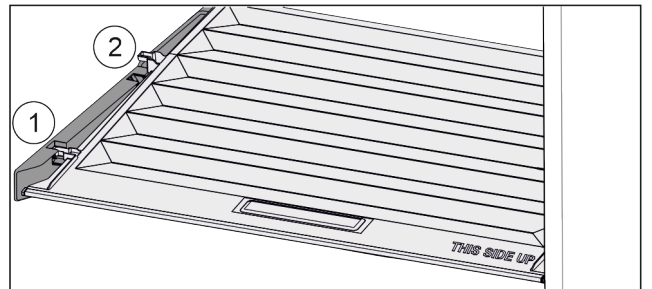

Fig. 145
- ▶ 将盖子向前拉 Fig. 145 (1)至定位件开口。
- ▶ 从下方抬起后端并向上将其移出 Fig. 145 (2)。